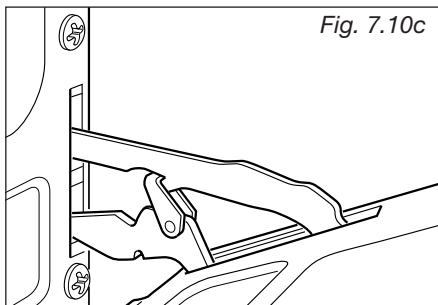

Fig. 7.10c
- Cierre con suavidad la puerta y extraiga el pasador inferior de su alojamiento (Fig. 7.10c).